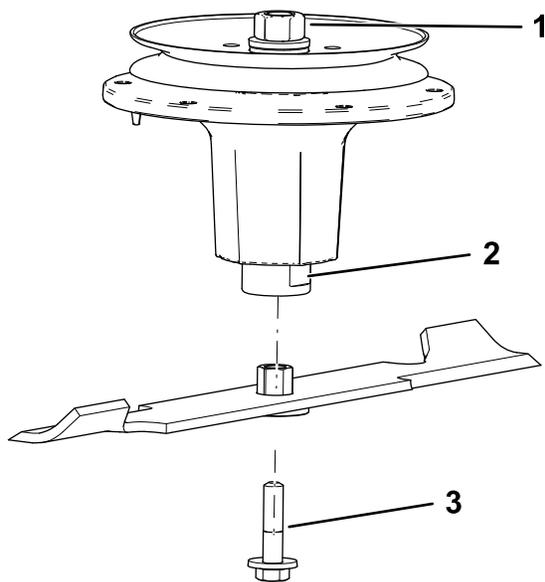

Рисунок 84
2. Вставьте узел втулки/ножа в вал шпинделя (Рисунок 84).